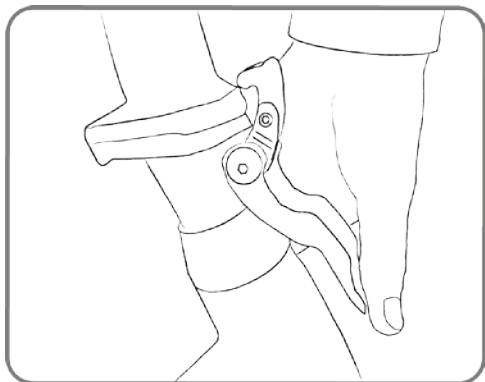

Abb. 4
5. Öffnen Sie den Hebel am Vorbau (Abb.4) und falten Sie den Vorbau bis zur Seite des Rahmens (Achten Sie darauf dass die Züge des Lenkers nicht geklemmt werden).